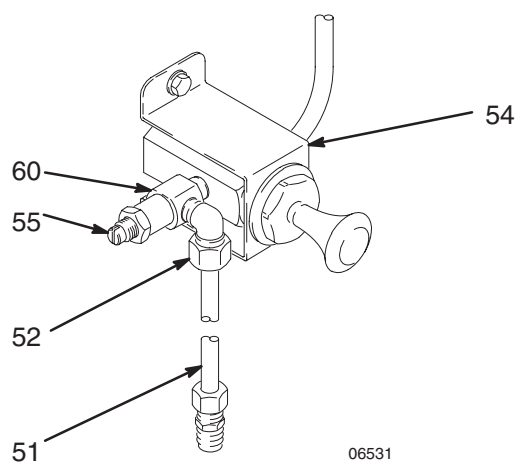

Fig. 5
Enrosque la válvula reductora (55) en la válvula simétrica (60), tal como se indica en la Fig. 5. Monte la válvula en la pared, a una altura conveniente, usando la ménsula de montaje (54). Conecte a la válvula el suministro primario de aire. Enrosque la pieza de acoplamiento del codo (52) en la entrada de 1/8 npt(f) de la válvula reductora. Introduzca un extremo del tubo de cobre (51) en el codo y apriete la pieza de acoplamiento. Enrosque el conector recto (53) en la base (17 ó 22) del elevador. Introduzca el otro extremo del tubo de cobre (51) en esta pieza de acoplamiento y apriétela.